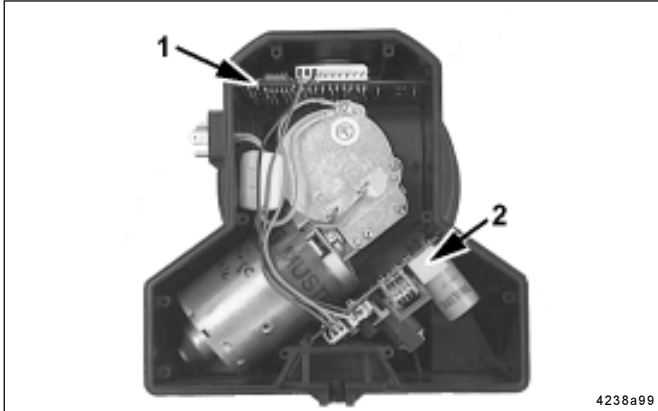

Abb. 21 - Steuerplatine im Gehäuse eingebaut
- Die **Steuerplatine** 1 Abb.21 (falls vorhanden) und die **Netzteilplatine** 2 sind im Pumpengehäuse integriert.